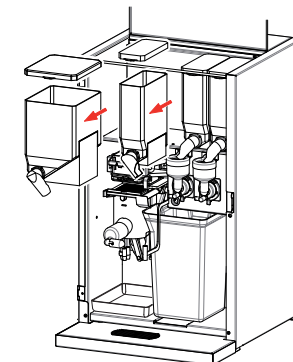

Abb. 26
4. Ausgabeknie wieder in die richtige Position drehen (Abb. 26).